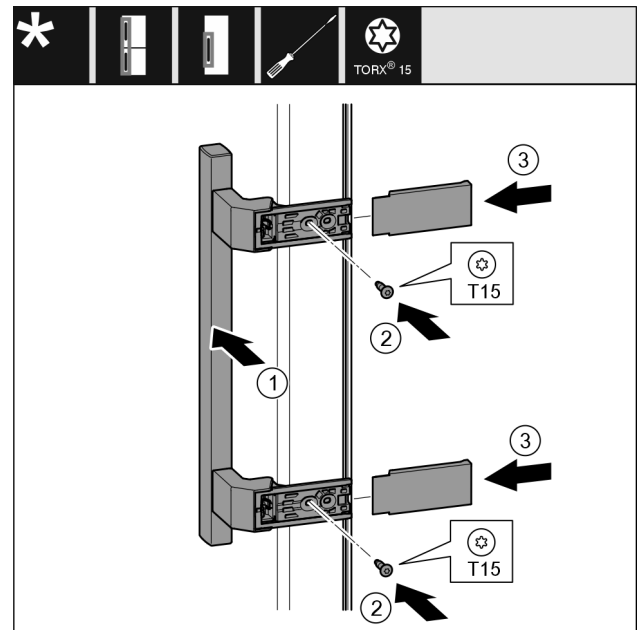

Fig. 50
- ▶ Установите ручку Fig. 50 (1) на противоположной стороне.
- ▶ Затяните винты Fig. 50 (2) отверткой.
- ▶ Установите крышки Fig. 50 (3) сбоку и надвиньте их.